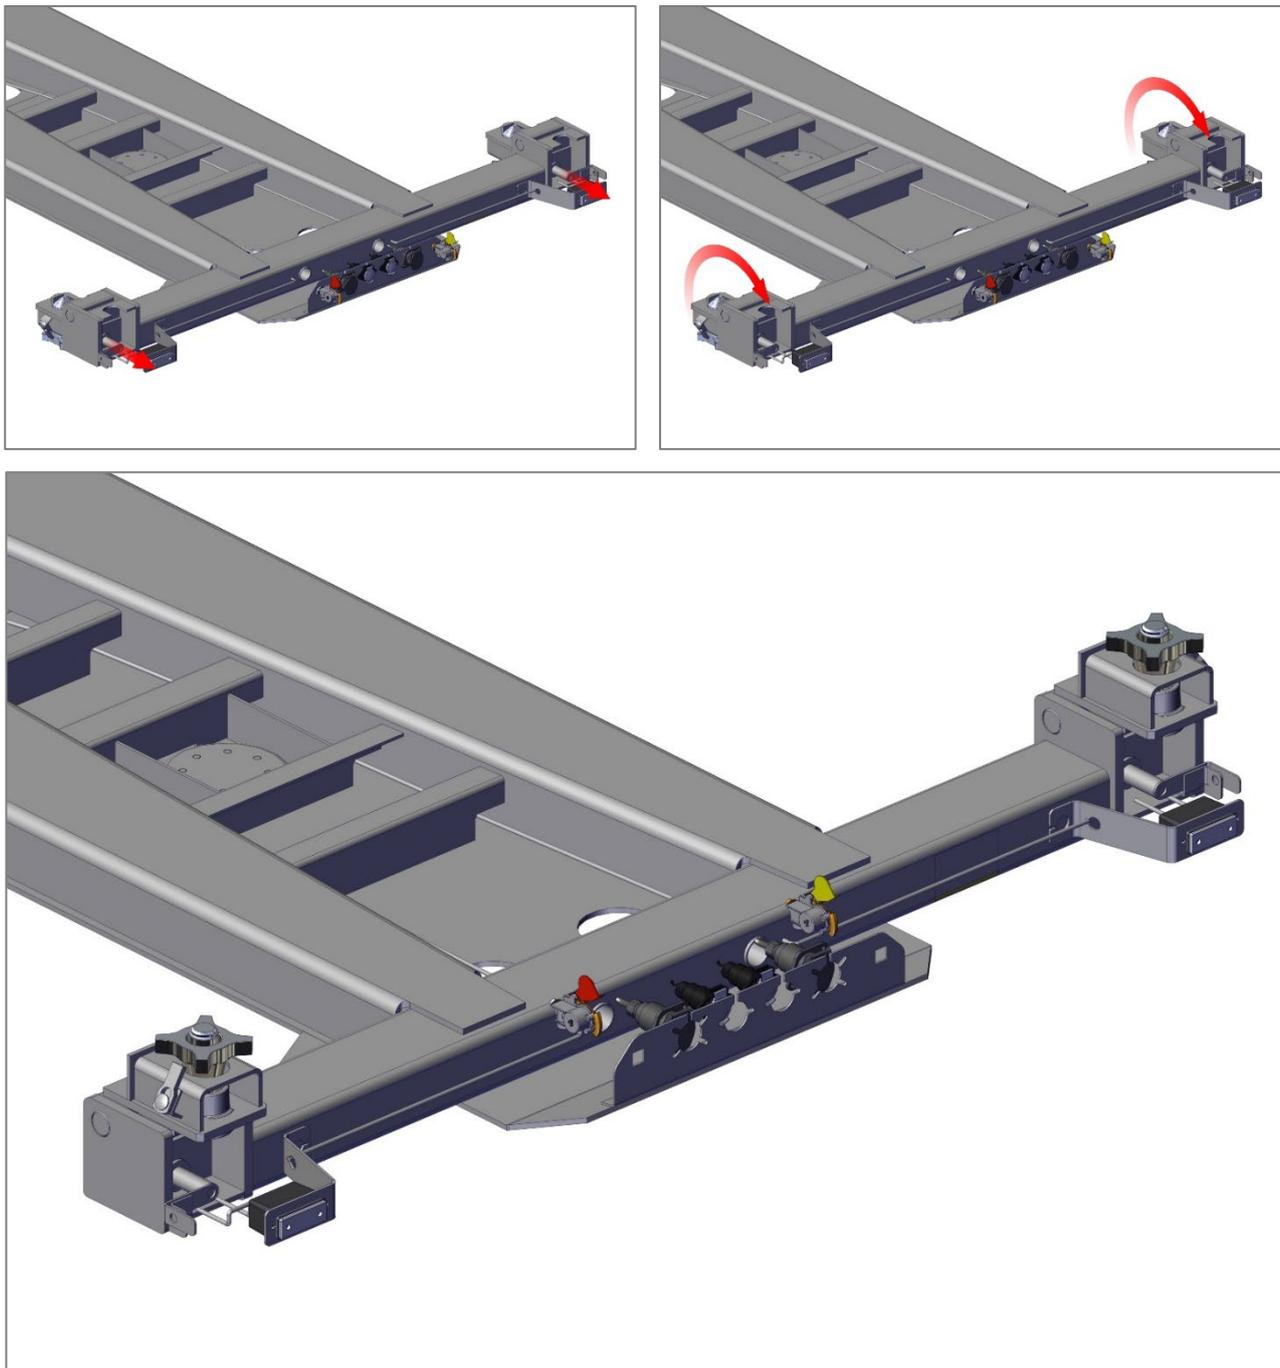

Рис. 48, рис. 48.1. и рис. 48.2. Установка стопора контейнера на передней балке
- установить стопор контейнера на передней балке в положение сложен (рис. 48, рис. 48.1. и рис. 48.2);